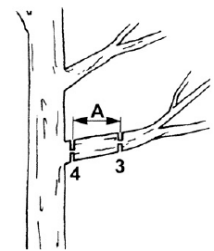

Fig. PP14
5.7.2- Taglio raso di rami spessi (Fig. PP14)